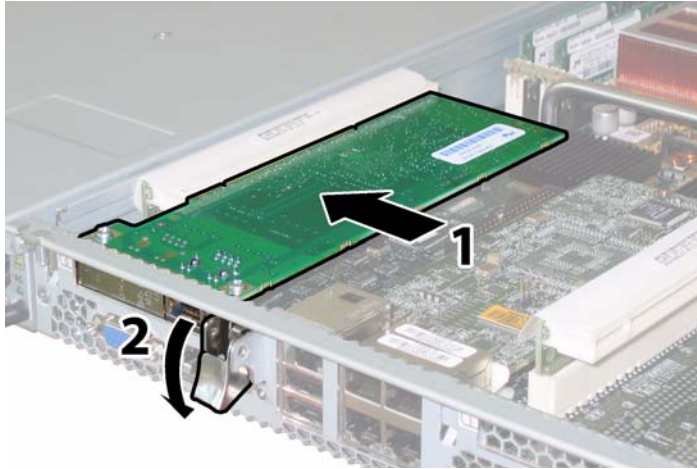

ABBILDUNG 3-55 Einbauen einer PCI-Karte
- e. Drehen Sie die PCI-Kartenverriegelung nach unten, bis sie einrastet. Siehe ABBILDUNG 3-55.